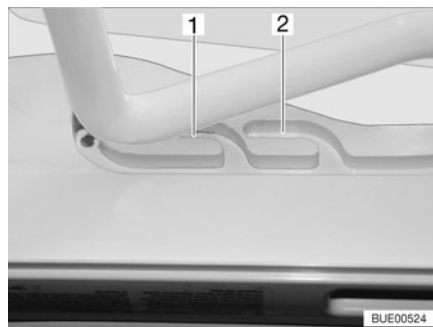
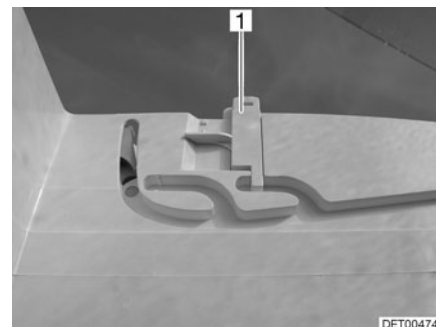

Fig. 65 Lanterneau Heki en position de ventilation
Fig. 66 Verrouillage position de ventilation
Il est possible d'amener le lanterneau Heki en deux positions de ventilation : Position pour mauvais temps (Fig. 65,1) et position intermédiaire (Fig. 65,2). Suivant le modèle, il est possible de verrouiller le lanterneau en position intermédiaire avec le verrou (Fig. 66,1).
- Pousser légèrement l'étrier vers le haut, le pousser dans la glissière choisie (Fig. 65,1 ou 2) et le verrouiller si nécessaire.